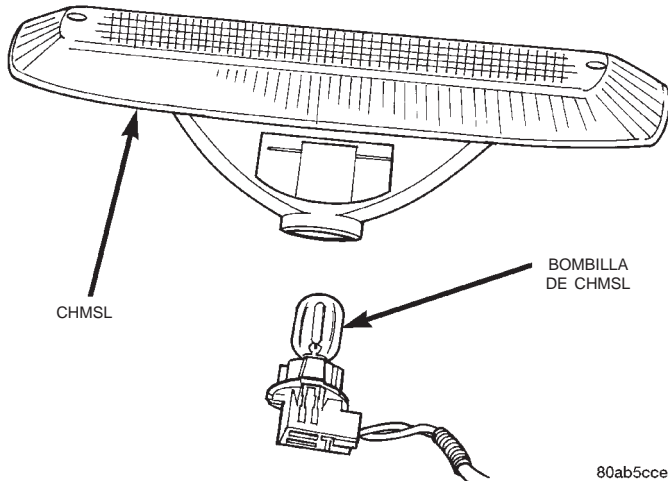

Fig. 2 Luz de stop central superior
- (1) Instale la bombilla en su portalámparas.
- (2) Verifique el funcionamiento de la luz.
- (3) Instale el portalámparas en el alojamiento de la luz (Fig. 2).